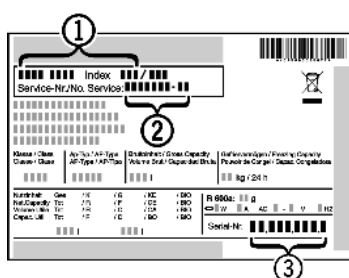

Fig. 52
- ▶ Identificați denumirea aparatului Fig. 52 (1), numărul de service Fig. 52 (2) și numărul de serie Fig. 52 (3) pe marca de fabricație. Marca de fabricație se află pe partea stângă în interiorul aparatului.